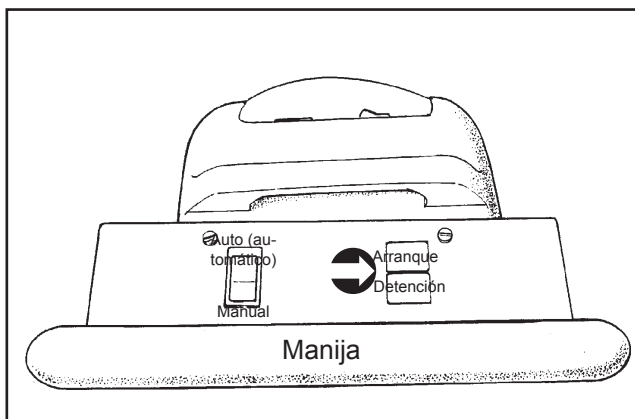

Figura 17
5. Párese detrás de la manija, coloque el interruptor oscilante en "Automático" y presione el interruptor de arranque verde. Para detener la máquina, presione el botón rojo de detención. (Consulte la Figura 17)